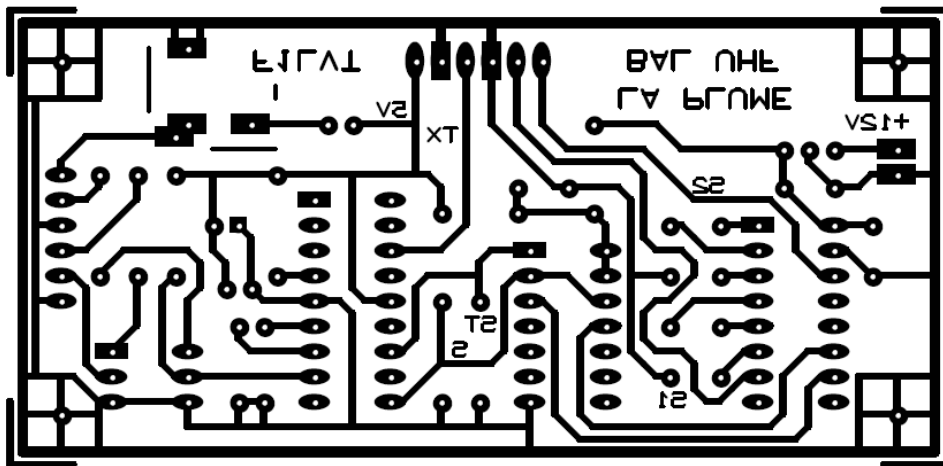

Figure 6 : Circuit imprimé de la carte de pilotage (dimension 91 mm x 43 mm)
Comme le module UHF est monté en porte-à-faux pour ne pas plier le connecteur, nous avons ajouté une vis nylon qui sert de point d'appui (Figure 6). Le trou est repéré sur le circuit imprimé. De cette façon, le module TX-5 reste démontable, tout en restant parfaitement en place.
Le circuit imprimé de la carte de pilotage est conventionnel (simple face). Ses dimensions sont 91 mm par 43 mm (Figure 6). Les signaux repérés S et TS près du PIC sont la sortie de la trame (S) et l'enveloppe de la trame (ST). Les signaux S1 et S2 sont les signaux de pilotage du modulateur. Le passage en émission est commandé par le signal TX.